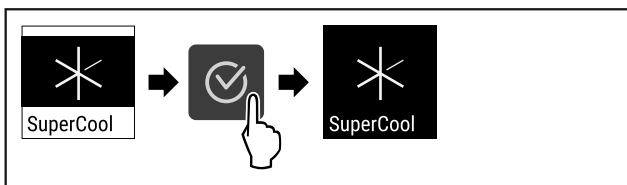

Fig. 73
- ▶ Genomför handlingsstegen (se Fig. 73).